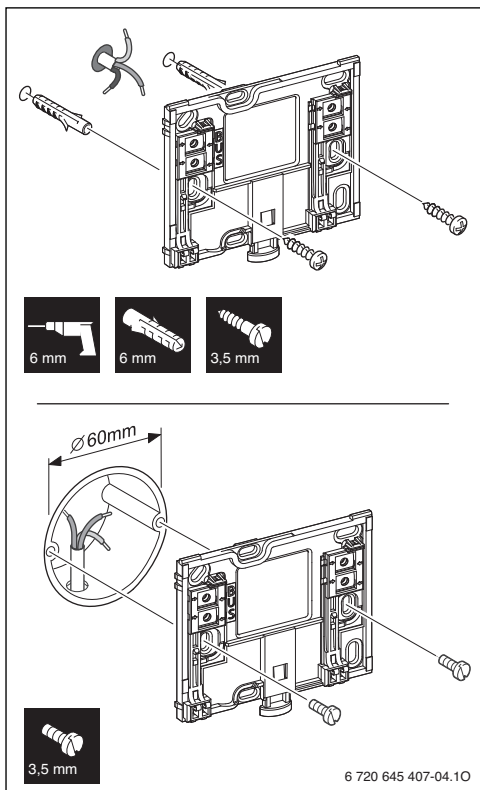

Рис. 5 Установка монтажної панелі
- ▶ Установіть монтажну панель на стіні. (→ рис. 5).